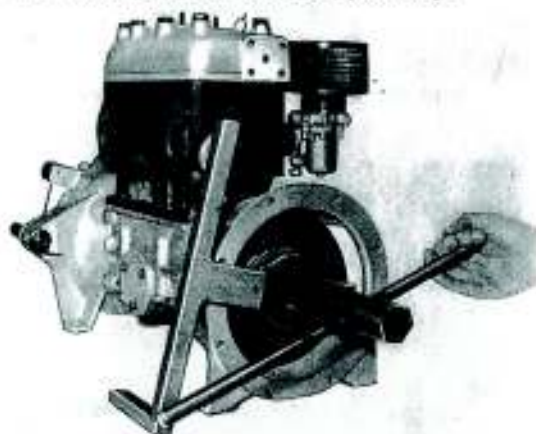

Bild 46. Gegenhalter an Schwungscheibe ansetzen und Mutter lösen
1. Gegenhalter an Schwungscheibe ansetzen und Mutter lösen (Bild 46).